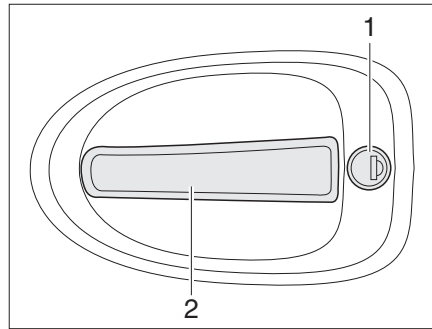

Fig. 48 Cerradura de la puerta del conductor, en el exterior
- Introducir la llave en el cilindro de cierre (Fig. 48,1) y girarla hasta que esté desbloqueada la cerradura de la puerta.
- Tirar del tirador de la puerta (Fig. 48,2). La puerta está abierta.
- Introducir la llave en el cilindro de cierre (Fig. 48,1) y girarla hasta que esté bloqueada la cerradura de la puerta.